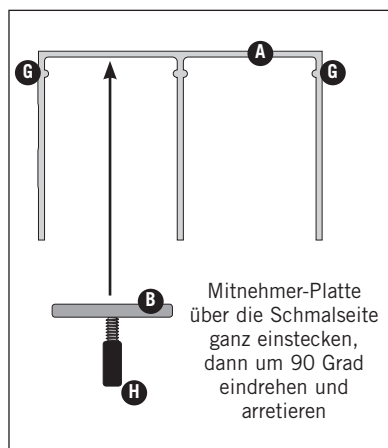

Bild 6 ▲
5: Pro Selbststeinzug müssen nun die Mitnehmer-Platten (B) in die dafür vorgesehene obere Führung der Deckenschiene (A) eingedreht werden (Bild 6). Dafür wird die schmalere Seite der Mitnehmer-Platte an den Führungen links und rechts (G) vorbei in die Deckenschiene gesetzt. Drehen Sie nun die Mitnehmer-Platte um 90 Grad, sodaß die Platte durch die Führungen gehalten wird.